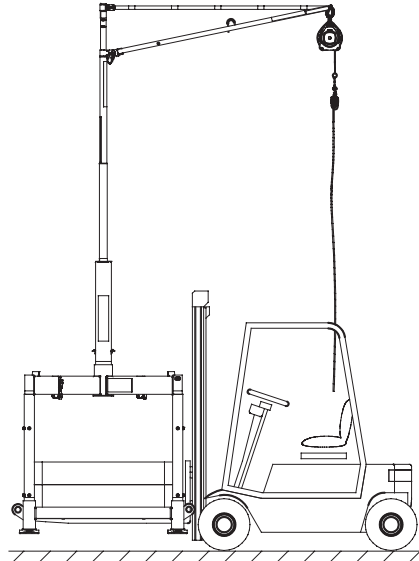

Abbildung 33. Anheben der gesamten Einheit für den Transport.
1. Platzieren Sie die Gabeln unterhalb des Rahmens und spreizen Sie die Gabeln auseinander, siehe Abbildung 33. Heben Sie die Einheit vorsichtig hoch und stellen Sie sicher, dass kein Gegenstand am Verladesystem MkII hängenbleibt.